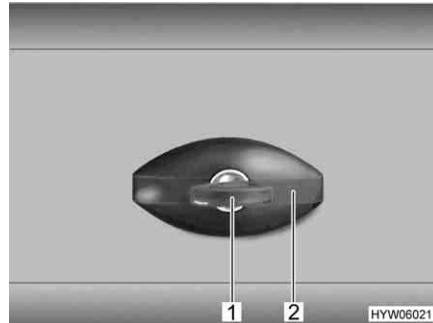

Fig. 50 Serrure du portillon, en forme d'ellipse
- Insérer la clé dans le barillet (Fig. 50,1) et la tourner d'un quart de tour dans le sens inverse des aiguilles d'une montre. La poignée de la serrure (Fig. 50,2) ressort.